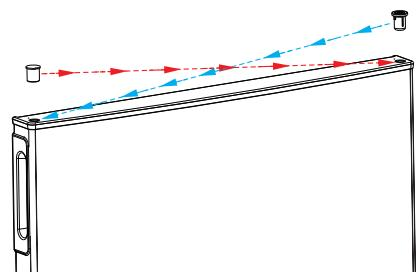

Fig. 14
- Coloque el tapón ciego en el orificio del lado derecho (fig. 14).